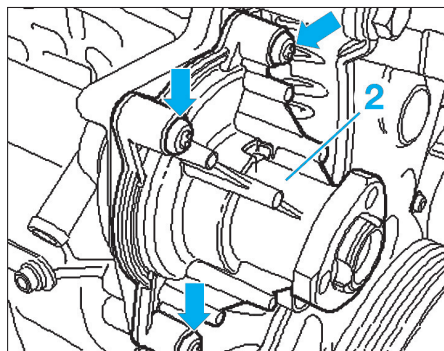

Fig. 24
- Déposer les vis de la pompe (2) à eau et l'extraire (Fig.24).